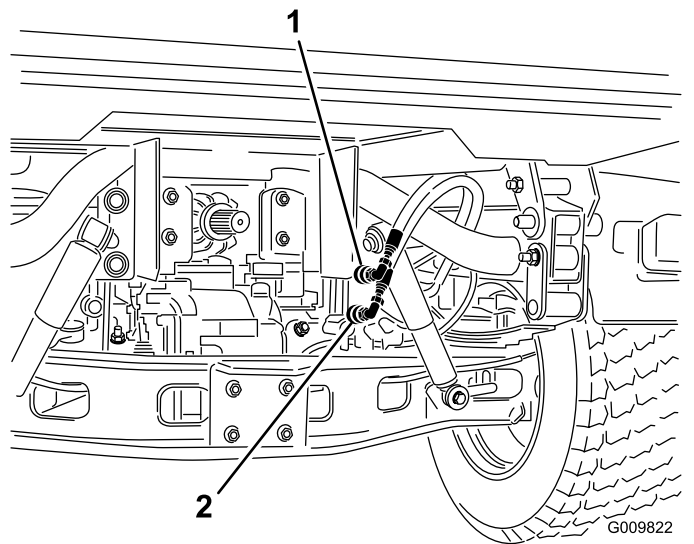

图 83
2. 在两台机器上都要从固定至联轴器支架的软管断开 2 个快速联轴器软管图 83。